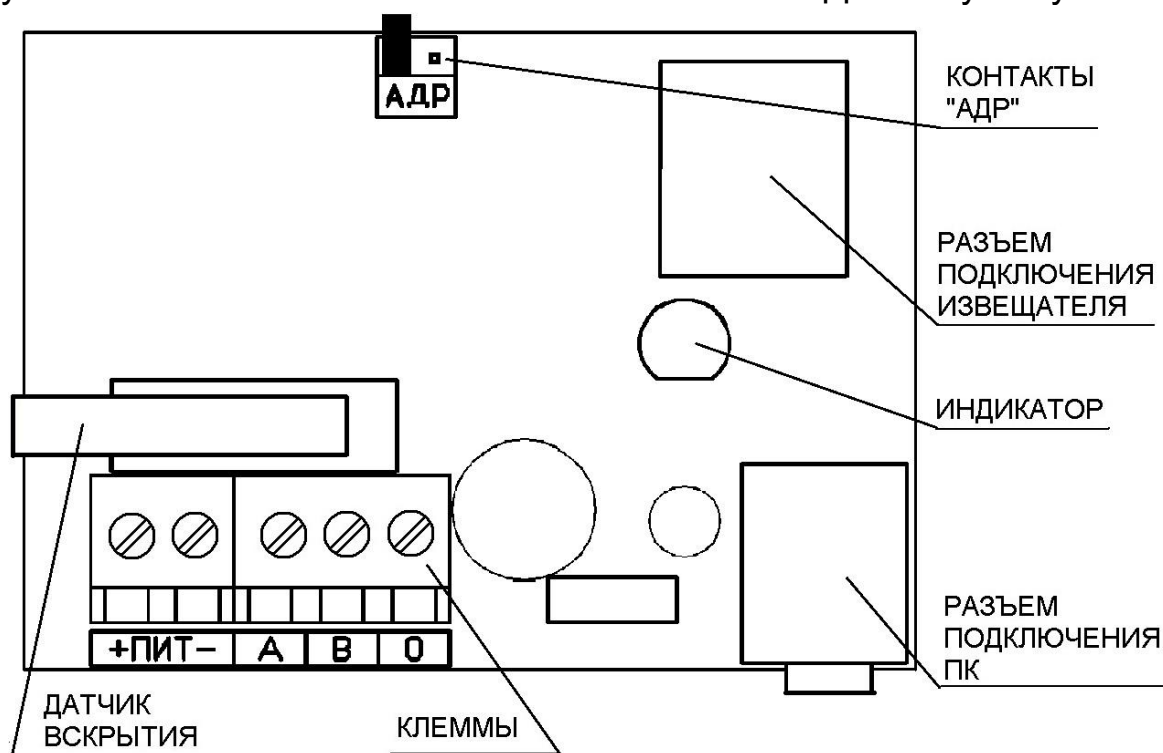

Рисунок 1 – Плата блока БС
1.9 Регистрации БС1 (БС1-О) в составе комплекса и присвоение ему сетевого адреса осуществляется при включении БС1(БС1-О) в режим регистрации путем установки переключки «АДР» (рисунок 1).
1.18.1 Ввести кабель от блока извещателя в блок БС через отверстие в основании блока, зафиксировать втулку кабельную при помощи фиксатора пружинного, и сочленить разъем кабеля с разъемом подключения извещателя (рисунок 1). Ввести кабель питания и кабель связи с центральным устройством комплекса в блок БС через свободные гермовводы в основании БС.
1.18.2 Подключить кабель питания и кабель связи с центральным устройством комплекса к клеммам платы блока БС (рисунок 1) в соответствии с таблицей 2. Зафиксировать кабели, затянув гайки гермовводов.